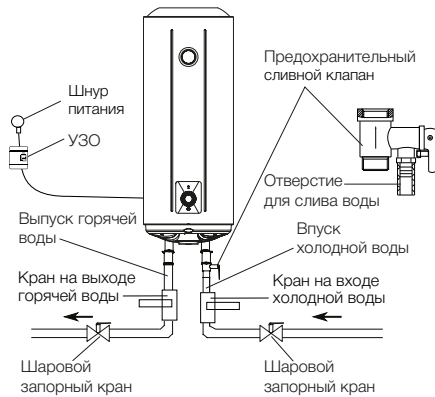

Рис. 4
- Предохранительный обратный клапан следует устанавливать в месте входа воды (см. рис. 4).